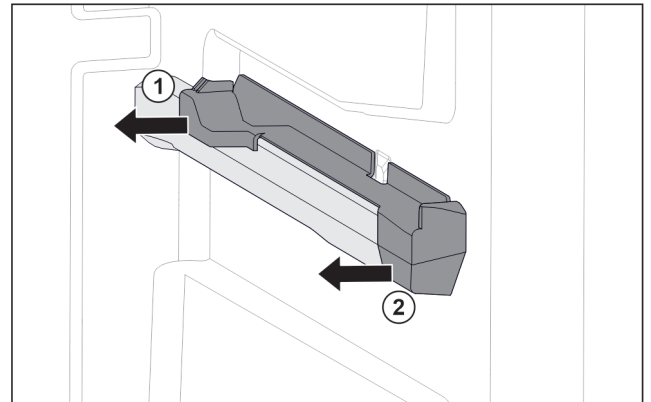

Fig. 146 Вставна частина на правому ребрі для резервуару
- ▶ Відсунути вставну частину назад вбік. Fig. 146 (1)
- ▶ Відсунути вставну частину вперед вбік. Fig. 146 (2)